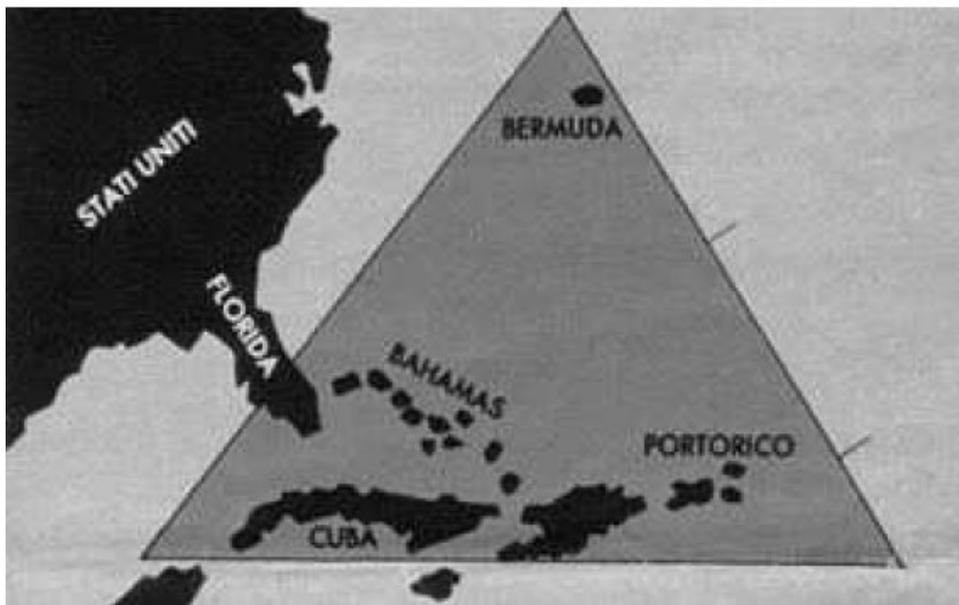

Fig. 9 – Il Triangolo delle Bermude
- **Il Triangolo delle Bermude** - Tra le varie speculazioni sull'origine dell'affondamento di navi nel cosiddetto 'Triangolo delle Bermude', (Fig. 9) vi è quella, tutt'altro che infondata, della dissociazione di idrati di metano dal fondale marino. La zona del 'Triangolo' coincide con una delle aree di maggior accumulo di idrati del pianeta. Se il metano fosse rilasciato periodicamente dal fondo del mare (ma di questo manca la prova definitiva), una nave di passaggio verrebbe affondata dalla mancanza di spinta al galleggiamento a causa di un'acqua marina improvvisamente gassosa, e quindi poco densa. Cristoforo Colombo osservava per primo il fenomeno delle acque bianche del mar dei Sargassi e delle Bahamas, che potrebbero proprio essere causate dalle bolle di gas. L'ipotesi, formulata da esperti di questa materia, non è stata però ancora accettata dalla comunità scientifica.